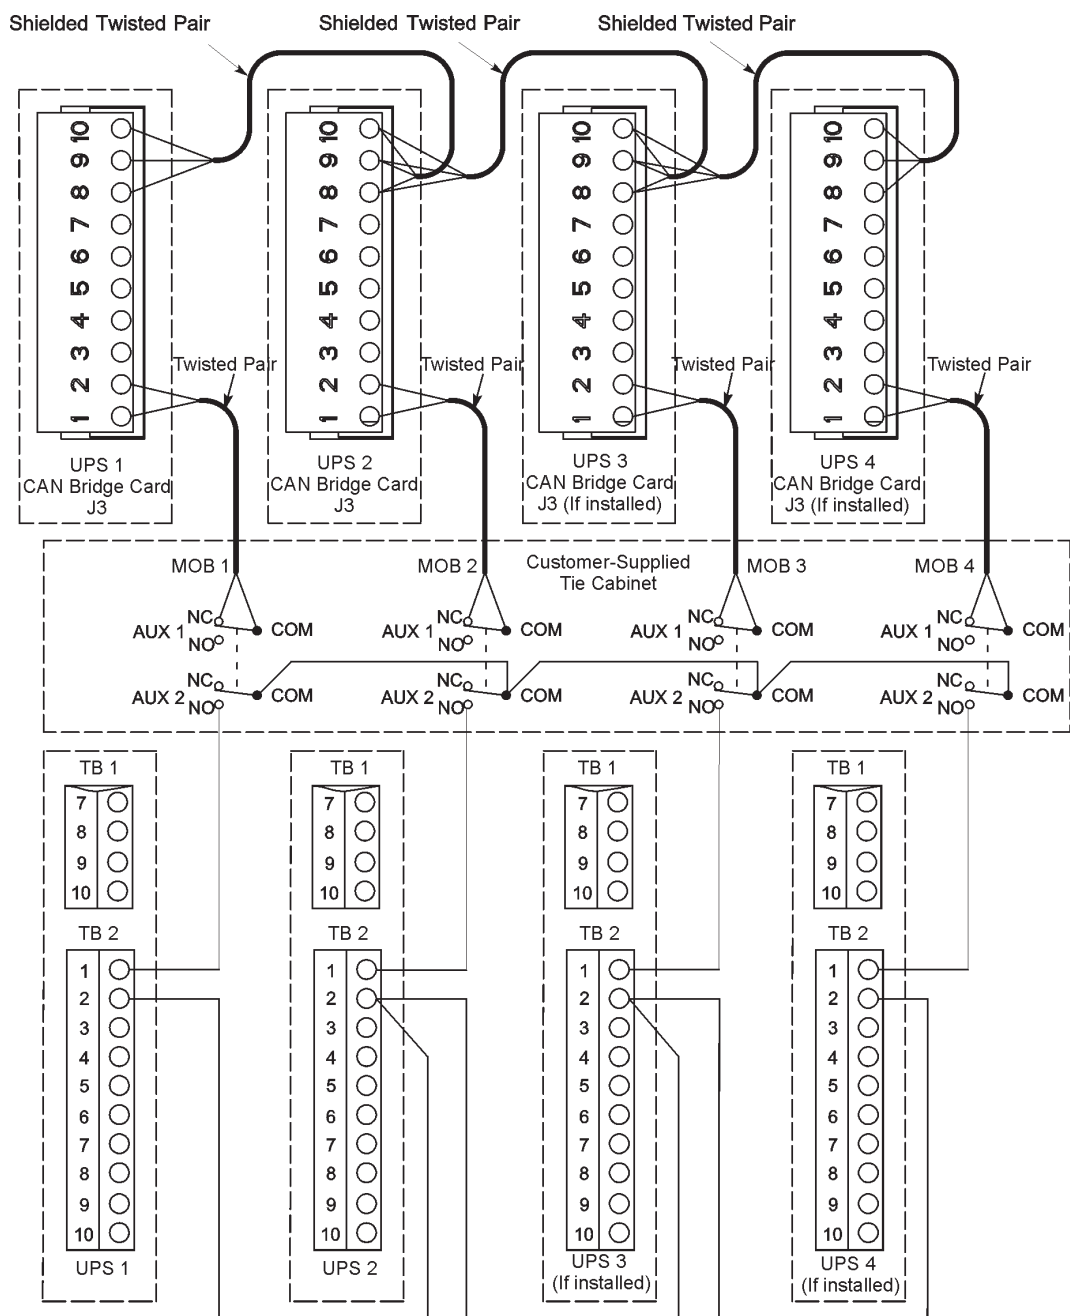

Рис. 5-6. Проводка Pull-Chain систем с распределенным байпасом с MOB
11. Проведите и установите проводку системы с распределенным байпасом между шкафами ИБП и выключателями МОВ, расположенными в соединительном шкафу. Для получения информации о подключении проводки см. Рис. 5-6 на стр. 61 и Табл. 5-4 на стр. 62.